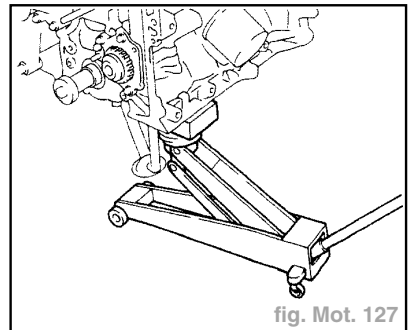

fig. Mot. 127
- Nota :** Placer un bloc de bois entre le cric et le moteur (fig. Mot. 127).